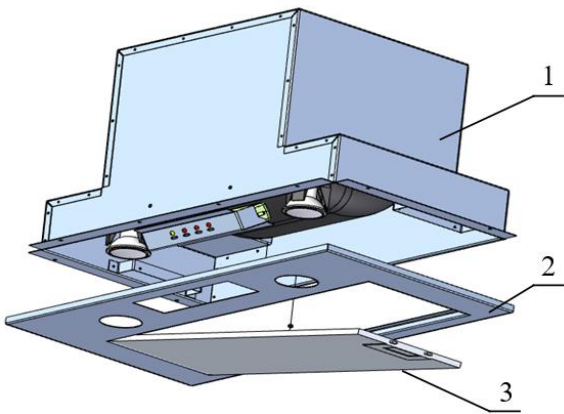

Fig. 4a
- Retirez le filtre à graisse (3) (Fig. 4a).